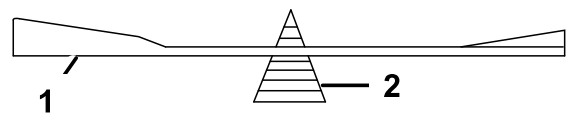

Figure 47
2. Vérifiez l'équilibre de la lame en la plaçant sur un équilibreur (Figure 47).